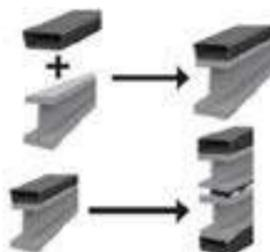

Ilustración 37
12. Ensamble dos secciones asimétricas (Ilustración 37) de forma consecutiva para crear una sección simétrica o galvanizar como elementos separados y unir después.